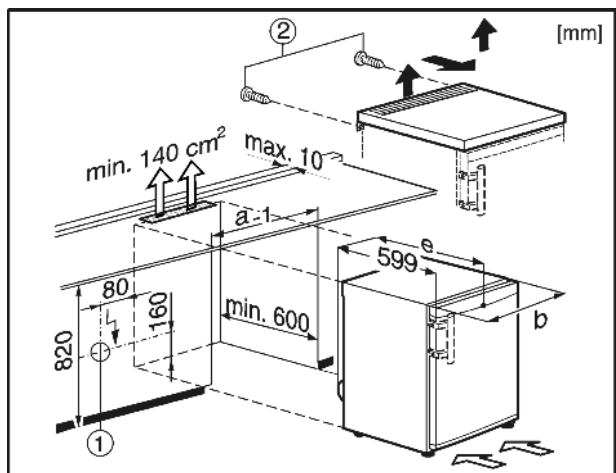

Fig. 7
Zásuvka Fig. 7 (1) musí být na dostupném místě mimo oblast zadní stěny přístroje.
- ▶ Vyšroubujte šrouby *Fig. 7 (2)* na zadní straně.